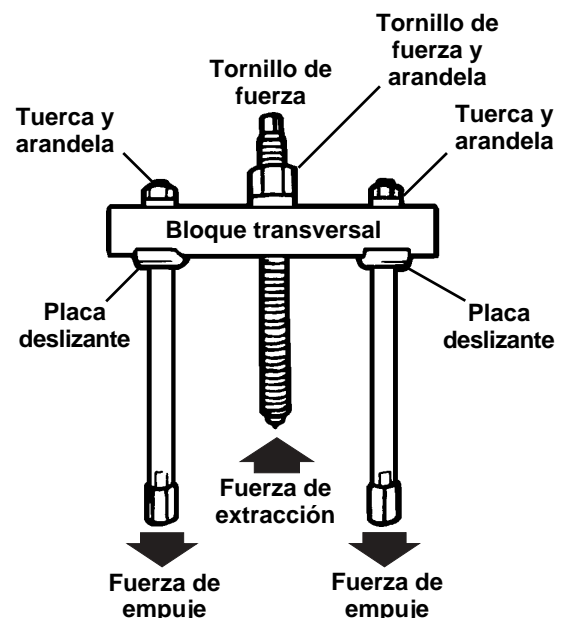

Figura 2
- Inserte el tornillo de fuerza en el bloque transversal con la tuerca de fuerza y arandela ensambladas por arriba del bloque transversal. Ver Figura 2.